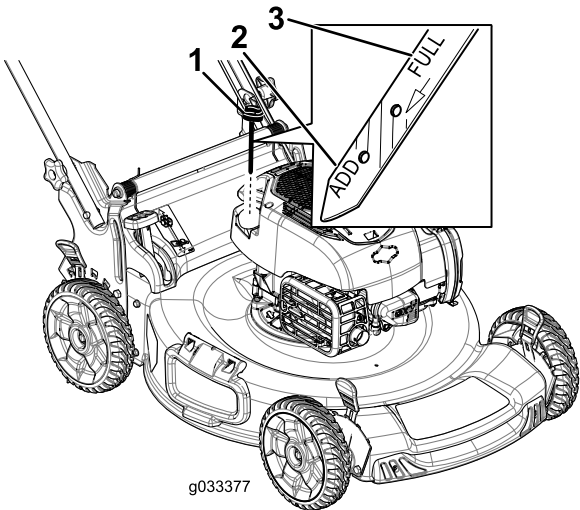

Figure 20
- 3. Tournez le bouchon dans le sens antihoraire et sortez la jauge (Figure 20).
10. Relevez le niveau d'huile indiqué sur la jauge (Figure 20).